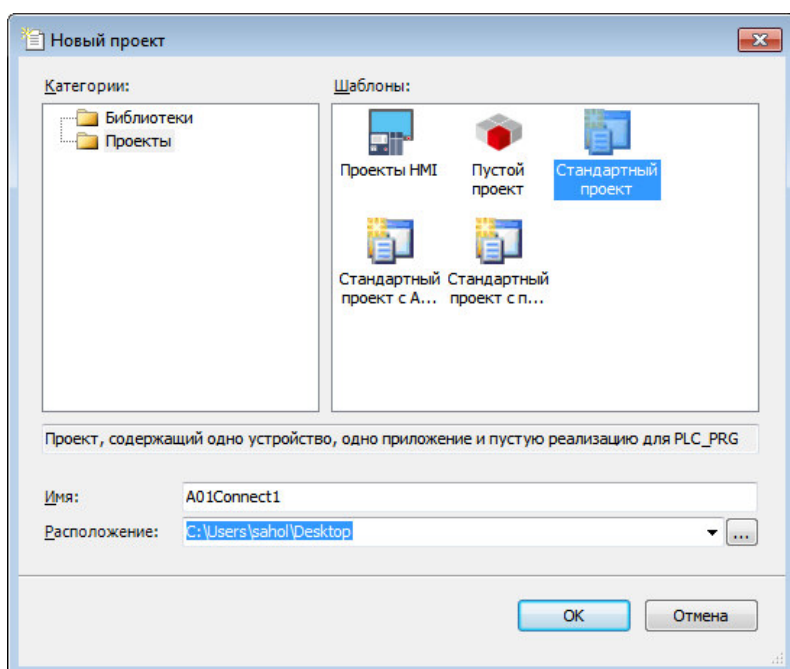

Рисунок 3.2 – Создание шаблона стандартного проекта
2. В окне «*Новый проект*» (рисунок 3.2) в списке *Шаблоны*: выбрать шаблон *Стандартный проект*.